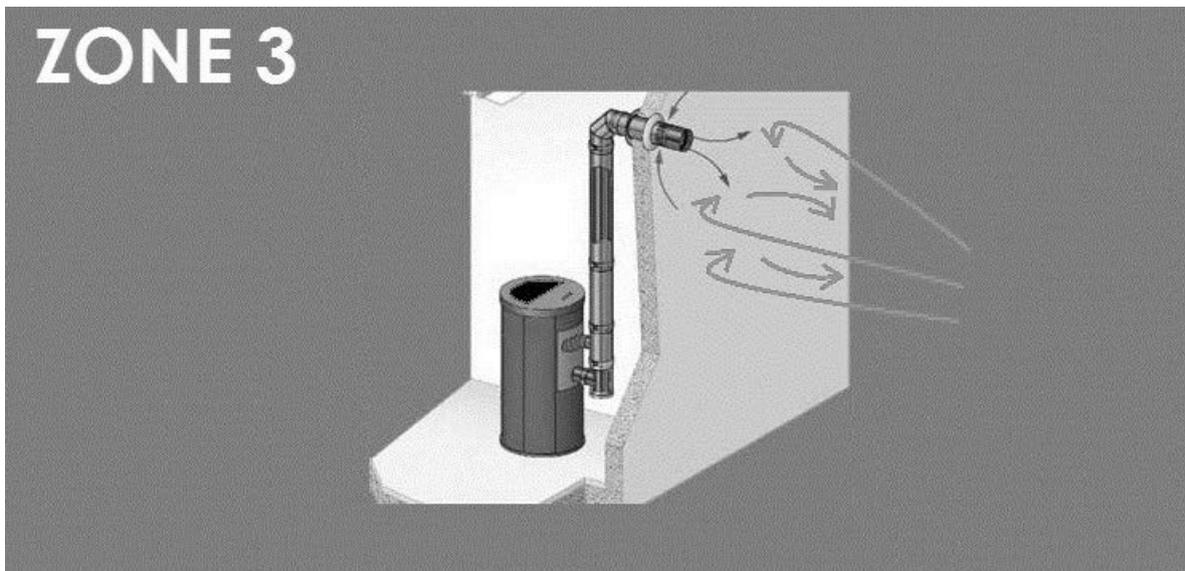

Fig. 15 - Vent dominant
*ATTENTION AU VENT DOMINANT ! Le tirage « naturel » de votre conduit de fumée qui a été consolidé/confirmé par le ramoneur reste sujet aux variations climatiques, comme par exemple Fig. 15 le vent (dominant) qui ajoute ou enlève du tirage au conduit. Par conséquent, ces variations peuvent causer des alarmes de dépression de la part du logiciel du poêle (voir le chapitre dédié aux alarmes).